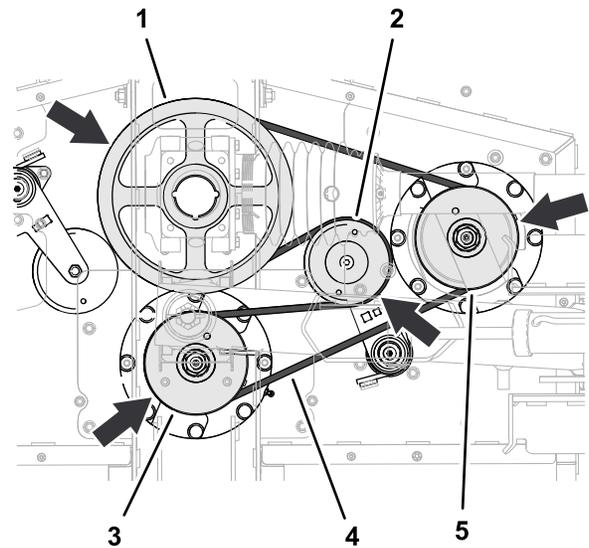

Figure 68
- Acheminez la longue courroie autour de la poulie d'entraînement, dans la gorge supérieure de la poulie d'axe central, et autour de la poulie d'axe droit (Figure 68).
- Au moyen d'une barre de levier ou d'un outil similaire, faites tourner le tendeur de courroie dans le sens antihoraire et chaussez la courroie sur la poulie de tendeur (Figure 68).